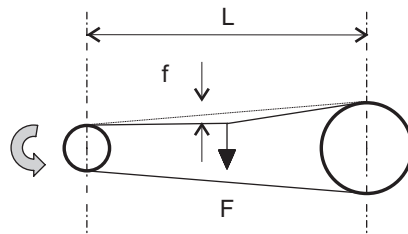

Figure 2- Contrôle de la tension des courroies
- Avec un tensiomètre, appliquer une force F perpendiculaire et au milieu de la courroie entre les deux poulies, de façon à provoquer une flèche f égale à 1,6 mm pour 100 mm d'entraxe (figure 2);